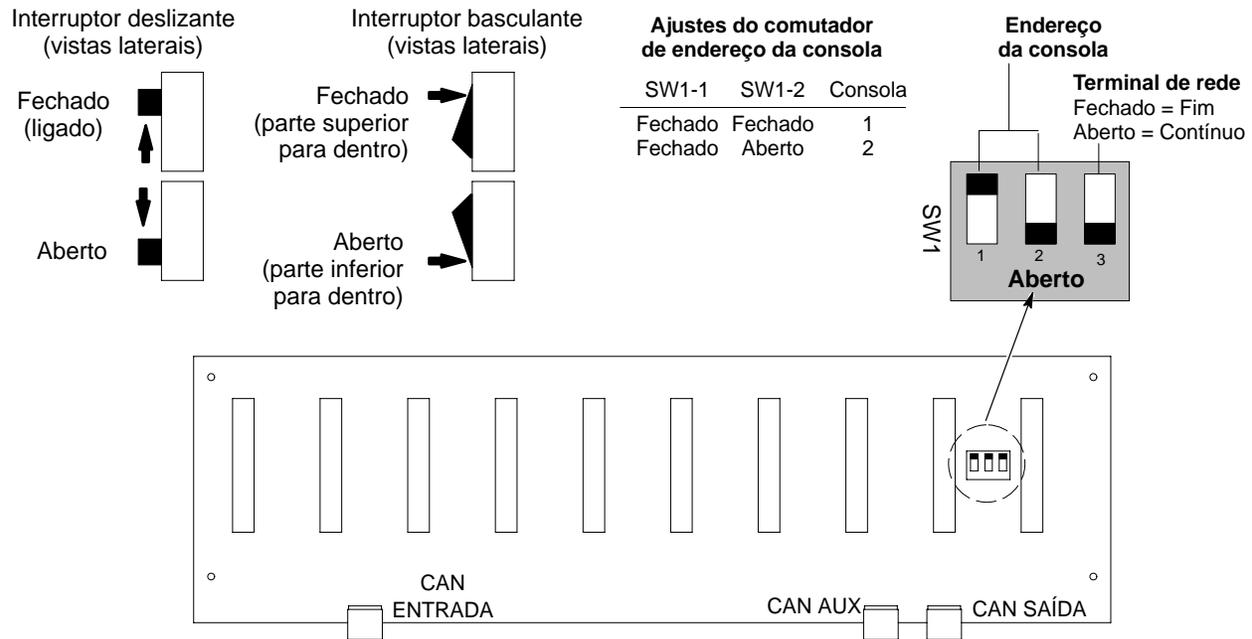

Figura 3-2 Ligações de rede de CAN, endereços de consolas, e terminação
Consulte a figura 3-2.
**Endereço da consola (SW4–3, 4):** Ajuste os interruptores 3 e 4 para o endereço da consola, o qual é igual ao endereço ajustado para o interruptor DIP na superfície plana posterior ilustrado na figura 3-2.